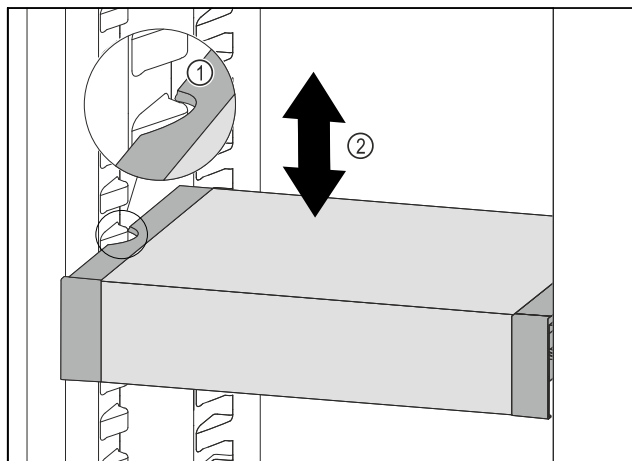

Fig. 99
- ▶ 向前移动 VarioSafe，直到 VarioSafe 两侧的凹槽与冷藏区中的容器肋梁持平。Fig. 99 (1)
- ▶ 在冷藏区中向上或向下移动 VarioSafe，直至所需高度。Fig. 99 (2)